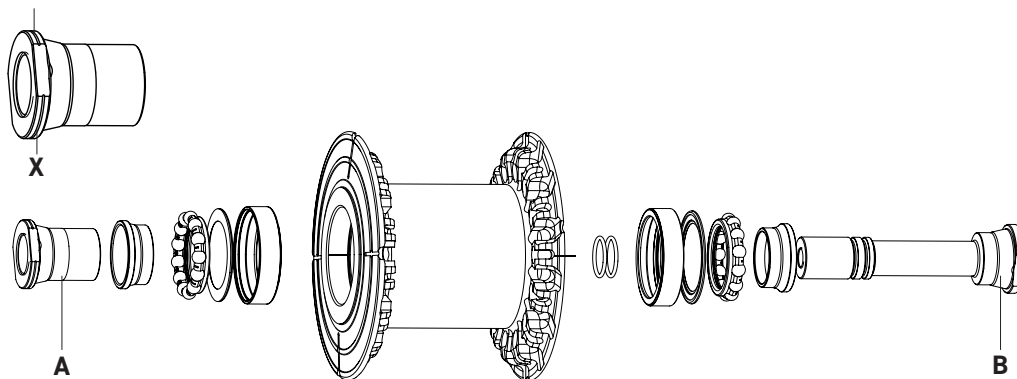
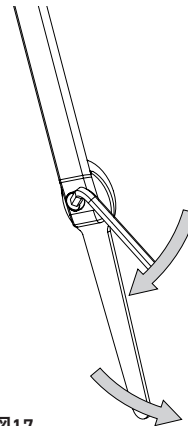

図14
図17
- ・ 溝 (X - 図14) が切っただけの調整ブッシュ (A - 図14) を確認します。
一方、調整できない側には溝がありません (B - 図14)。
- ・ 17 mm レンチで軸の共回りを防ぎながら (図17)、調整できる側から (A - 図14)、ボルトを 12~13 Nm のトルクで締め込みます。
- ・ 17 mm レンチを使用し、B (図14) を固定しながら、別の 17 mm レンチで、反対側の溝が切ってある調整ブッシュA (図14) を緩めます。